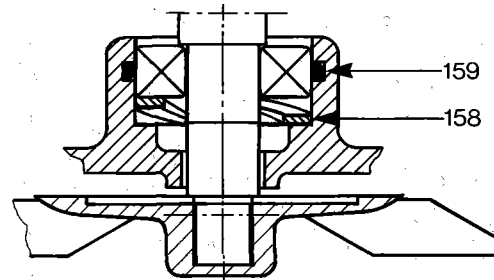

Fig. 1
Prensar el anillo tórico, pos. 159, en la ranura del estator y montar el muelle ondulado, pos. 158, ver fig. 1.